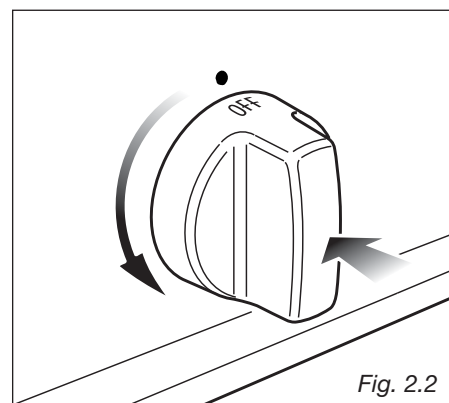

Fig. 2.2
- 1 – Girar el botón en sentido antihorario en correspondencia de la posición ★ **HI** (potencia máxima), mantener presionando el botón hasta encender el fuego (fig. 2.2).